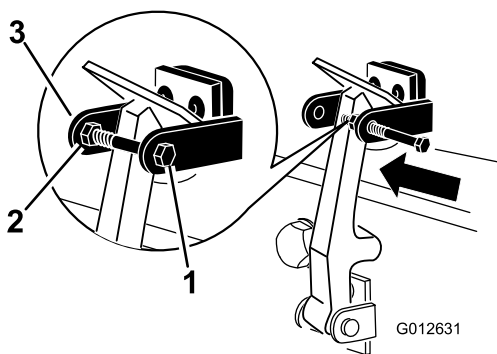

Рисунок 9
7. Вверните болт в другой рычаг кронштейна защелки капота для фиксации защелки в надлежащем положении (Рисунок 9). Надежно затяните болт, но гайку не затягивайте.